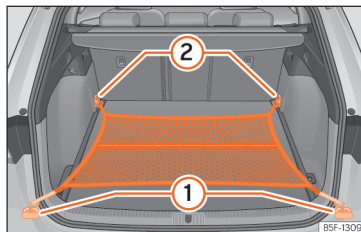

Fig. 192 În portbagaj: plasa pentru bagaje prinsă la nivelul podelei.
- Fixați cârligele plasei pe inelele de ancorare »» fig. 192 ① și ② »» Δ. Fermoarul bagajelor trebuie îndreptat în sus.